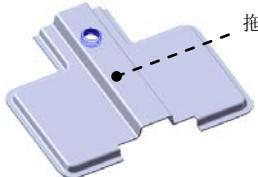

图 16.6.44 成形特征 2
Step5. 创建图 16.6.44 所示的成形特征 2。
- (1) 单击任务窗格中的“设计库”按钮 ，打开“设计库”对话框。
- (2) 单击“设计库”对话框中的  ch16 节点，在设计库下部的列表框中选择“hinge_shaped_tool_04”文件并拖动到图 16.6.44 所示的平面，在弹出的“成形工具特征”对话框中单击  按钮。